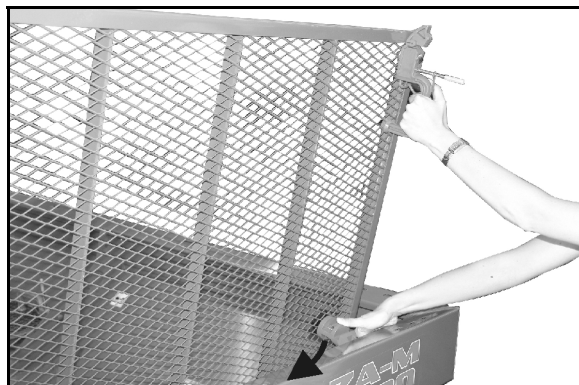

Fig. 20
3. Levantar la rejilla de protección hasta que el dispositivo de retención encaje en el marco del depósito (Fig. 20).
- Antes de cerrar la rejilla de protección presionar el dispositivo de retención hacia abajo (Fig. 20).